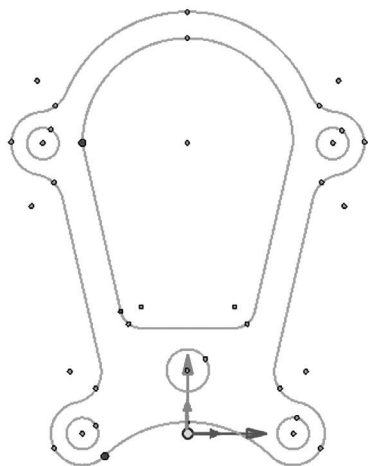

图 1-2-19 密封圈线条
(17) 单击“过渡/倒角”→“当前命令: 圆弧过渡”按钮, 设置圆弧半径为 8, 选择斜线与直线, 结果如图 1-2-19 所示。